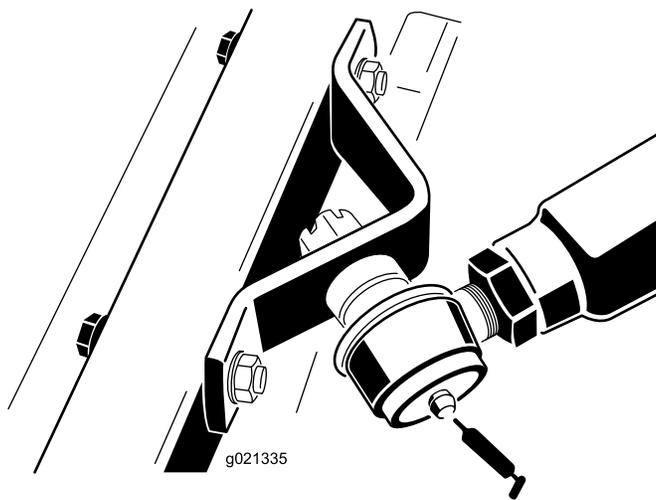

Figura 19
- Articulaciones esféricas de los brazos de empuje izquierdo y derecho – 1 en cada (Figura 19)